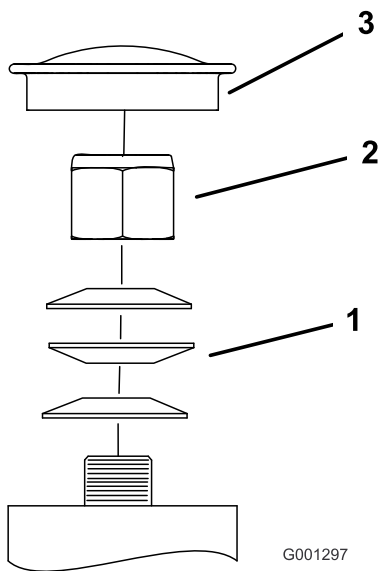

Bild 66
3. Entfernen Sie den Staubdeckel vom Laufrad und ziehen Sie die Sicherungsmutter an (Bild 66).
4. Ziehen Sie die Mutter so weit an, bis die Federscheiben flach sind. Drehen Sie dann 1/4 Drehung zurück, damit Sie die Vorlast korrekt auf die Lager verteilen können (Bild 66).
Wichtig: Achten Sie darauf, dass die Federscheiben richtig eingesetzt sind, siehe Bild 66.
5. Setzen Sie den Staubdeckel auf (Bild 66).